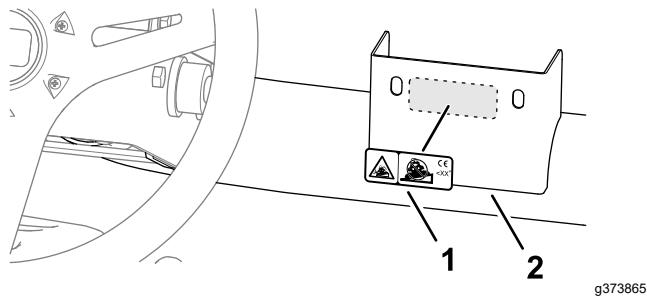

Figura 35
1. Limpie con alcohol el soporte del brazo de dirección y deje que se seque (Figura 35).
2. Retire el reverso y coloque la pegatina de peligro de inclinación CE en el soporte (Figura 35).